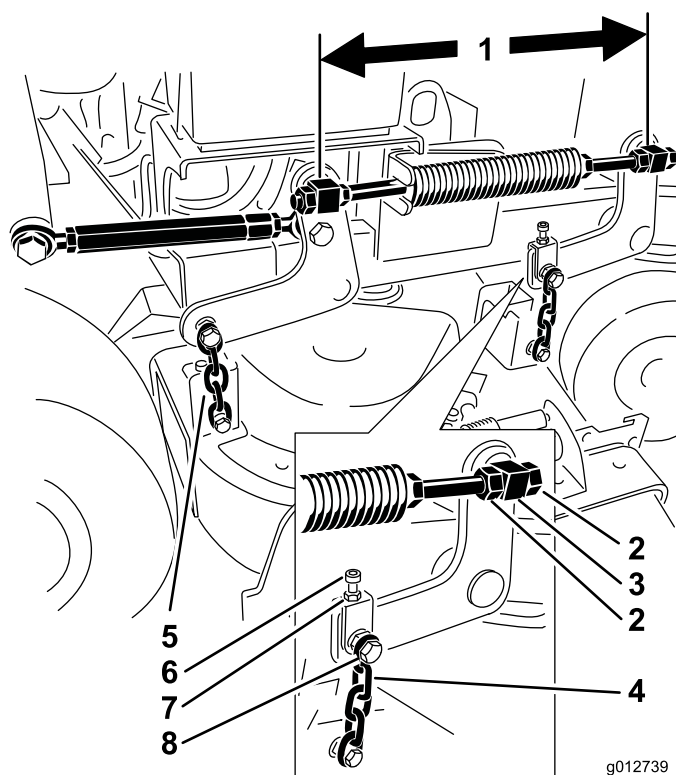

Figura 84
6. Verificate la distanza tra le parti girevoli, prendendo come riferimento per la misurazione il centro delle parti girevoli (distanza da centro a centro) sull'asta filettata. Questa distanza deve essere di 49,5 cm per piatti di taglio da 92 cm e di 43,7 cm per piatti di taglio da 102 cm (Figura 84).
9. Manipolate i controdadi della parte girevole anteriore per regolare la distanza tra le parti girevoli anteriore e posteriore del lato interessato (Figura 84).
11. Manipolate il bullone di regolazione per ottenere la stessa tensione su entrambe le catene anteriori (Figura 84).
5. Allentate il dado sul bullone superiore della catena e il controdado sul bullone di regolazione (Figura 84).
6. Manipolate il bullone di regolazione in modo tale che la parte anteriore **A** risulti da 6 a 10 mm più bassa della parte posteriore **B** (Figura 84).